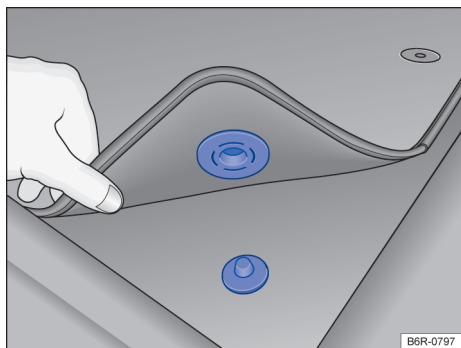

Fig. 18 Tapete dianteiro do lado do condutor com fixação no pino do carpete.
- ✓ Acomodar bem o tapete na área para os pés do lado do condutor de modo que não obstrua a área dos pedais. Dependendo da versão do veículo, o tapete dianteiro do lado do condutor pode ter fixação no pino do carpete → Fig. 18.